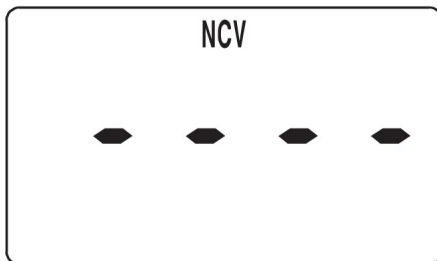

Figura 4
2. Spostare la parte superiore del morsetto del misuratore dove si trova il sensore NCV (vedere Figura 1) vicino all'oggetto da testare. Quando il misuratore rileva un campo elettrico generato da tensione alternata, il misuratore indicherà l'intensità del campo elettrico rilevato. L'intensità del campo elettrico rilevato è indicata dal numero di segmenti della barra orizzontale mostrati sul display (vedere Figura 4), dalla frequenza del segnale acustico del cicalino incorporato e dalla frequenza di lampeggiamento dell'indicatore "NCV". Maggiore è l'intensità del campo elettrico rilevato, campo elettrico, maggiore è il numero di segmenti della barra orizzontale visualizzati e più veloce è il frequenza del segnale acustico e frequenza di lampeggiamento dell'indicatore "NCV".